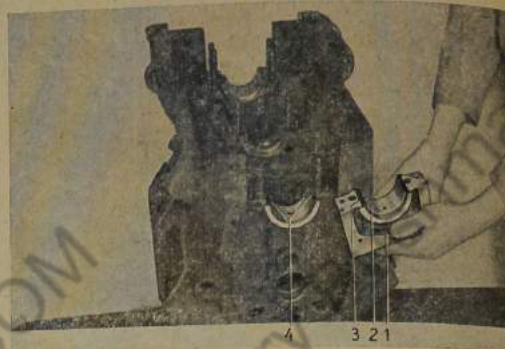

Bild 91: Untere Lagerschale in Lagerdeckel einschlagen
3. Untere Lagerschale in Lagerdeckel einschlagen (Bild 91).